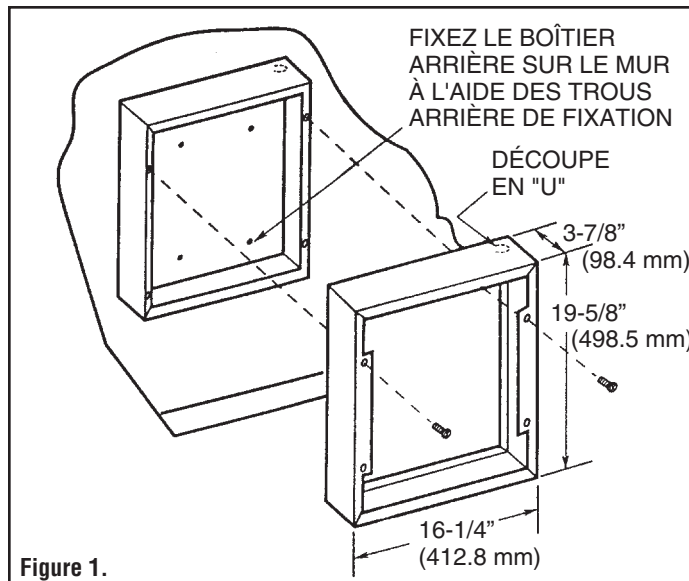

Figure 1.
Installation de boîtier arrière avec cadre de fixation en surface n° cat SM, SMSB (voir la figure 1)
a. Faire passer un câble d'alimentation dans la zone du coin supérieur droit du cadre de fixation illustré dans la figure 1.
c. Fixez le cadre en place sur le boîtier avec les vis fournies comme illustré dans la figure 1.